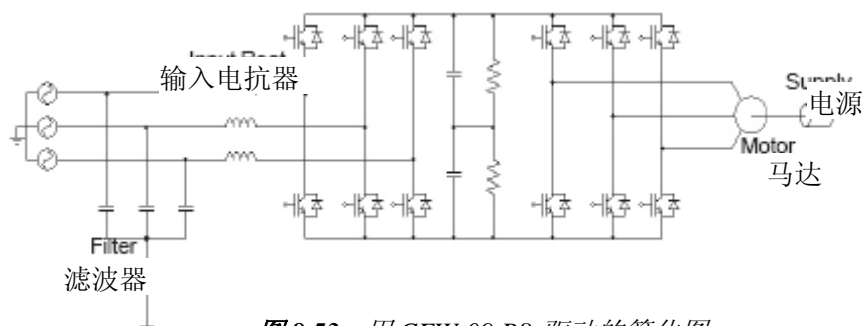

图8.53- 用CFW-09 R8 驱动的简化图
8.18 CFW-09RB再生转换器 有两个与采用二极管桥输入的常规驱动器相关的问题：谐波注入网络和高惯性力的负载制动，换句话说，在高速时需要短的制动时间。谐波注入网络在任何类型的负载下都能发生。制动问题一般出现在某些负荷状态下，如榨糖离心机、测功计、吊车和卷绕机等。配有R8选项（再生制动）的CFW-09转换器，是WEG对于这些问题的解决方案。图8.53显示的是配有CFW-09 RB的驱动器的主要构造。
如图8.53所示，CFW-09R8配有一个电容器组和一个IGBT桥。
外部安装一个网络电抗器和电容式滤波器。通过IGBT桥的切换，能量以一种可控制的方法从网络转移到电容器组里。可以说，通过切换程序，CFW-09R8就像一个电阻式负荷。另外有一个电容式滤波器来防止桥在切换时对其它网络负荷的干扰。要完成这个驱动过程，须使用CFW-09HD，它能驱动马达和及其负荷。这个驱动器见图8.53所示的第二IGBT桥。